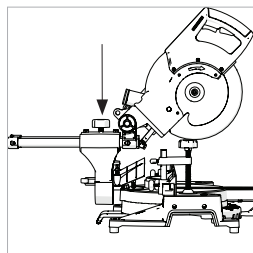

Fig. 24
- Apriete el tornillo de bloqueo de deslizamiento. **(Fig. 24)**